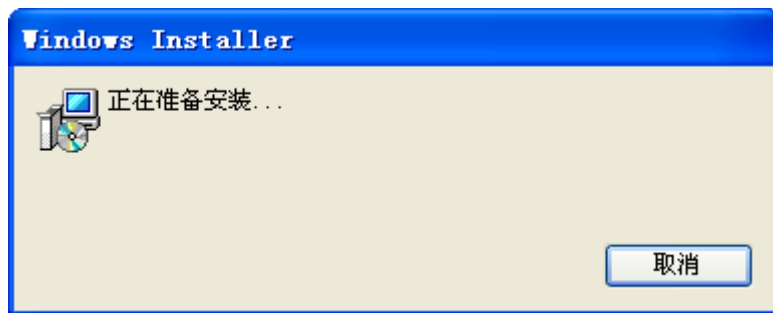

图 1-1
- . 鼠标双击 “Setup.exe” 可启动安装，如图 1-1：